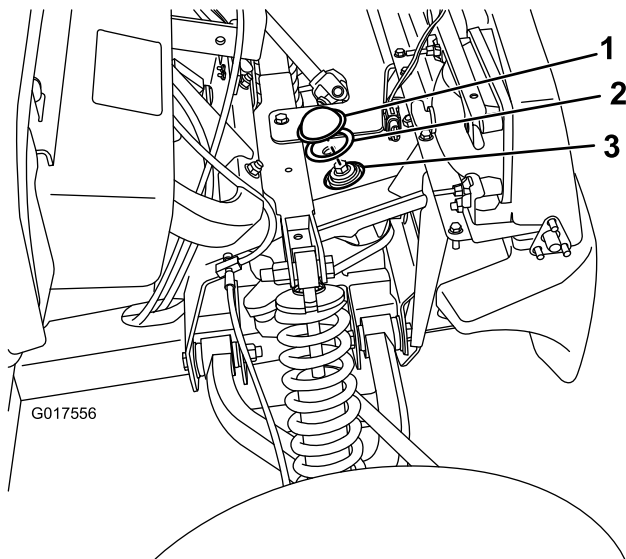

図 1
4. ステアリングボックスの口を探し出す（図 1）。
5. 粘着性のガasketの片面からバックングをはがして、ガasketをカバーの下側のフランジに貼り付ける（図 1）。
6. ガasketのもう片方の面からもバックングをはがし、図 1に示すように、カバーをフレームに貼り付ける